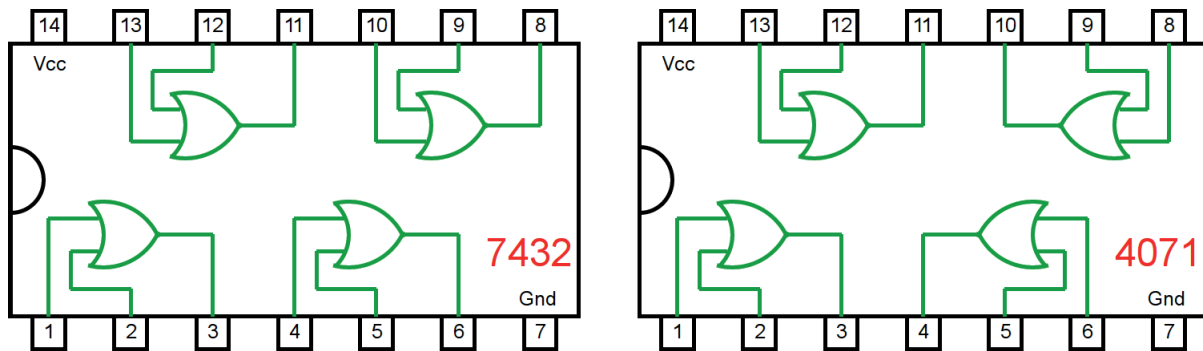

Figura 4.2 – Circuitos integrados TTL e CMOS.
- a) Coloque o circuito integrado (TTL e/ou CMOS da figura 4.2) na posição indicada.
- d) Conecte os fios verdes. Os fios verdes estão conectados ao terra e portanto fornecendo valor lógico (0) às entradas de todas as portas do CI.